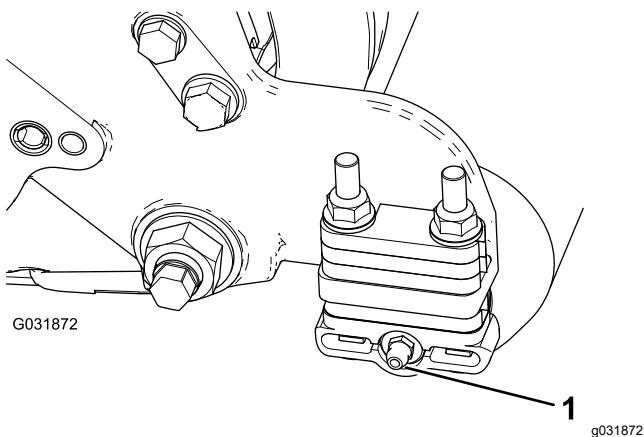

図7
1. ローラブラシハウジングのついているカッティングユニットの側面からグリスフィットティングを外す図7。